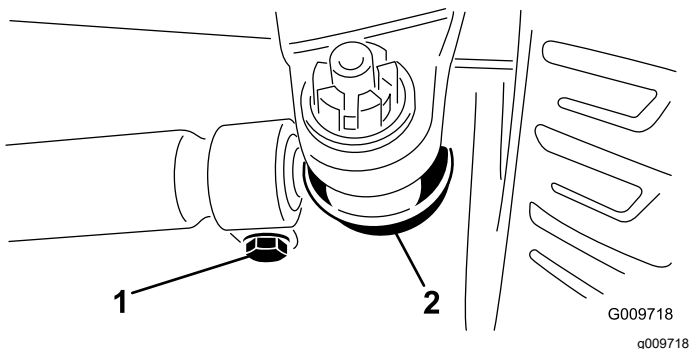

图 74
3. 要进行调节应从任一横拉杆球窝接头卸除开口销和螺母 (图 74)。从轴箱支架中拆除横拉杆球窝接头。
4. 拧松横拉杆两端的夹具 (图 74)。